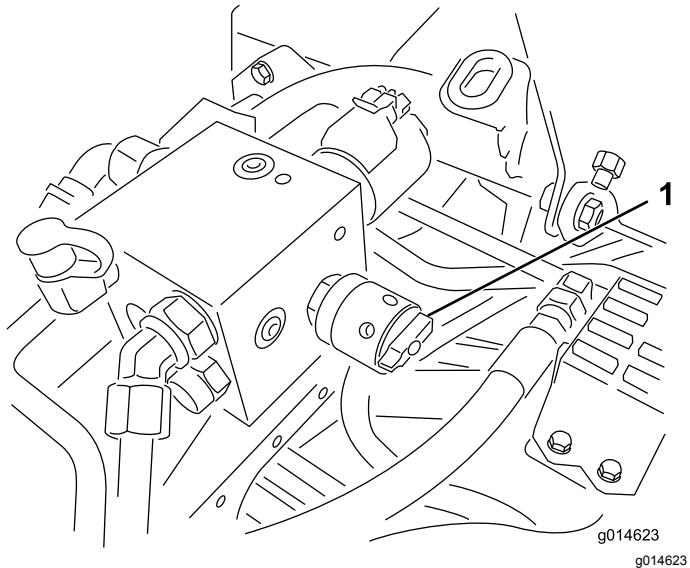

Figura 52
4. Ajuste la velocidad de los molinetes girando el pomo (Figura 52) hasta que las flechas estén alineadas con el número determinado en el paso 3.
6. Gire el control de velocidad del molinete a la posición 1 (Figura 52).